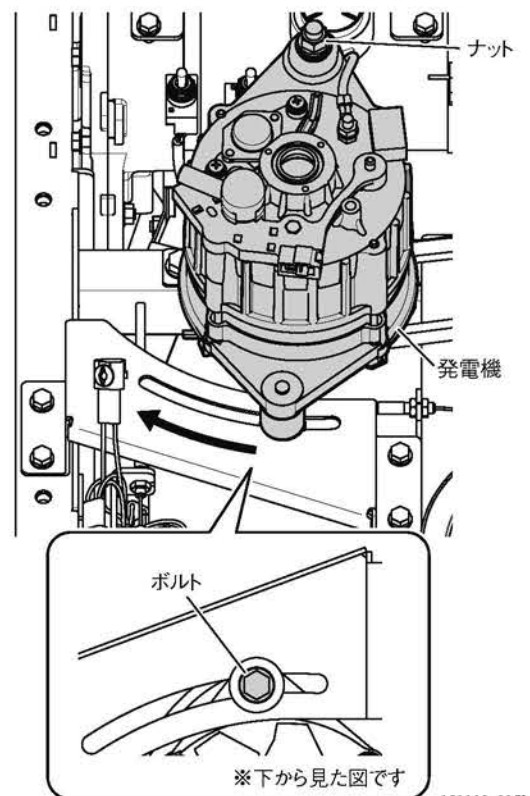

図 4-27
1. 発電機を固定しているボルト、ナットをゆるめます。(図 4-27)